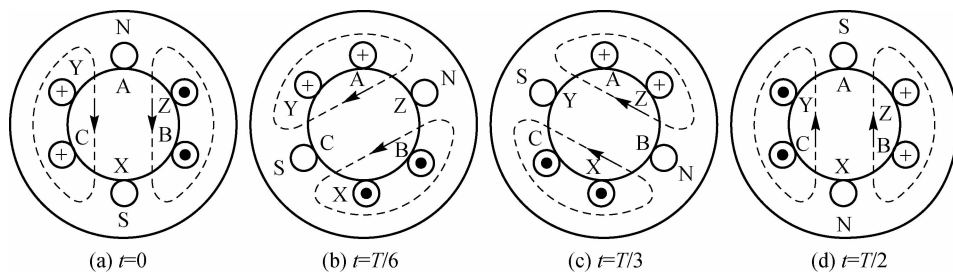

图 2-31 定子旋转磁场产生过程
(1) $t=0$ 时, $i_A=0$; i_B 为负, 电流实际方向与正方向相反, 即电流从 Y 端流到 B 端; i_C 为正, 电流实际方向与正方向一致, 即电流从 C 端流到 Z 端。按右手螺旋定则确定三相电流产生的合成磁场如图 2-31(a) 箭头所示。
(2) $t = T/6$ 时, i_A 为正, 电流实际方向与正方向一致, 即电流从 A 端流到 X 端; i_B 为负, 电流实际方向与正方向相反, 即电流从 Y 端流到 B 端; $i_C = 0$ 。此时的合成磁场如图 2-31(b) 箭头所示, 合成磁场已从 $t = 0$ 瞬间所在位置顺时针方向旋转了 $\pi/3$ 。
(3) $t = T/3$ 时, i_A 为正, 电流实际方向与正方向一致, 即电流从 A 端流到 X 端; $i_B = 0$; i_C 为负, 电流实际方向与正方向相反, 即电流从 Z 端流到 C 端。此时的合成磁场如图 2-31(c) 箭头所示。合成磁场已从 $t = 0$ 瞬间所在位置顺时针方向旋转了 $2\pi/3$ 。
(4) $t = T/2$ 时, $i_A = 0$; i_B 为正, 电流实际方向与正方向一致, 即电流从 B 端流到 Y 端; i_C 为负, 电流实际方向与正方向相反, 即电流从 Z 端流到 C 端。此时的合成磁场如图 2-31(d) 箭头所示。